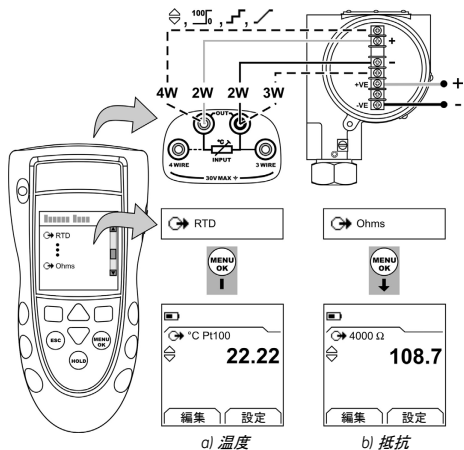

図 2 : 構成例-RTD の温度または抵抗をシミュレートします。
1. 本計器を接続し(図 2)、必要に応じてセットアップ(表 1)を行います。